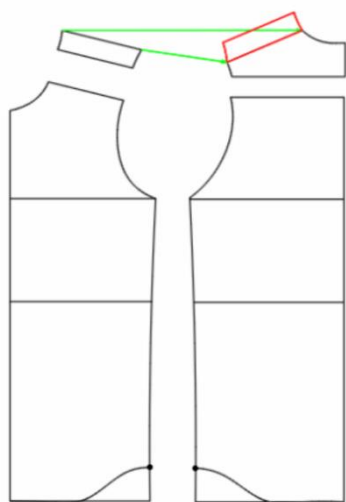
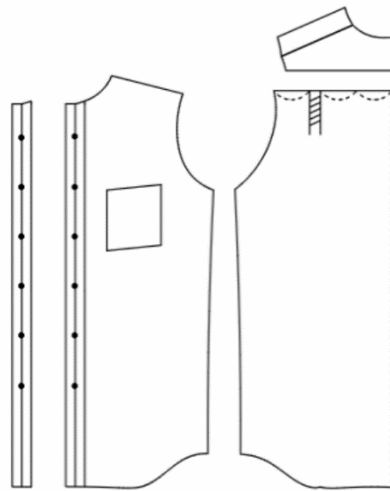

图 4-2-31 过肩处理
图 4-2-32 衣身结构处理
- ① 后中向下按照“衣长”尺寸延长，用“ (智能笔)”工具右键拖动至侧缝与腰围线交点完成后片加长；前片参照后片对应处理；前、后侧缝各做“0.7cm”收腰和“1cm”收摆处理，修顺侧缝线。
- ② 后侧缝向上取“6cm”，重新修正摆围线；前片参照同步处理。
③ 用“ (相交等距线)”工具在前片截取“3.5cm”过肩量；后中线从后颈点向下取“6cm”，做水平分割线，完成后片过肩设计。
④ 用“ (剪断线)”和“ (移动)”工具将前、后过肩分离；用“ (对接)”工具沿肩线将前、后过肩拼合，如图 4-2-31 所示。
⑤ 以前中线为基准，做“3.5cm”宽明门襟，并在门襟上确定扣位；以胸围线为基准，在左前片做长“11cm”、宽“10cm”的胸袋。
⑥ 用“ (等分规等份规)”工具将后片过肩线三等分，用“ (智能笔)”工具在靠近侧缝的第一个等分点向下做竖直线与衣摆相交；用“ (褶展开)”工具在该竖直线处做“2cm”刀褶，如图 4-2-32 所示。